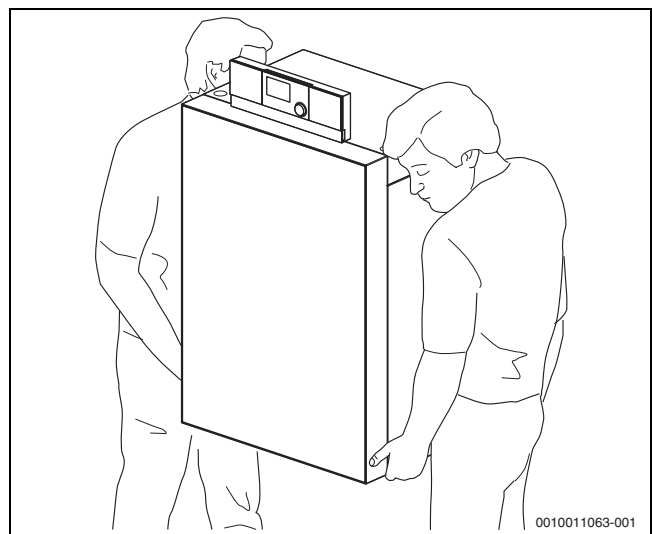

Bild 9 Heizkessel tragen
- ▶ Heizkessel wie in Bild 9 dargestellt, heben und tragen.